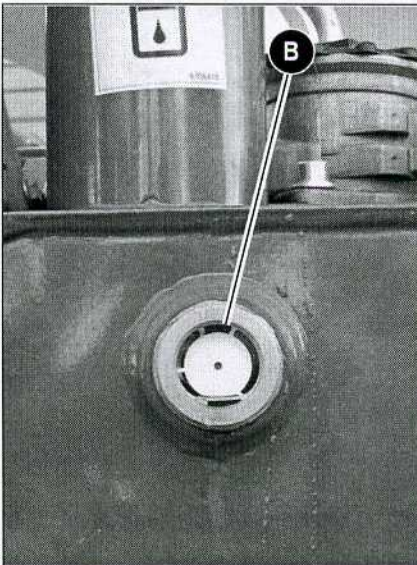

Fig. 18: Indicador del nivel de aceite en el depósito de
- ☞ Utilizando un medio auxiliar adecuado, mover el alternador de corriente trifásica en dirección de la flecha A hasta que se haya alcanzado la tensión correcta (Fig. 18)